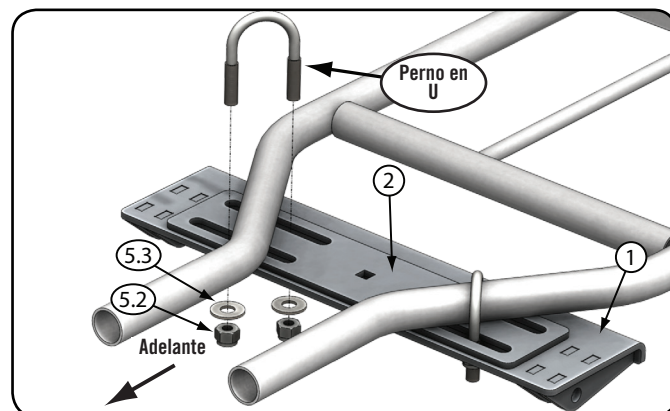

Figura 18 - Instalación del soporte híbrido en marco de tubo redondo
3. **Opcional:** Coloque la placa de soporte superior en cima de la placa baja como se muestra en la figura 18. Esto no es requerido pero agrega fuerza al soporte para menos flexión cuando esté arando.